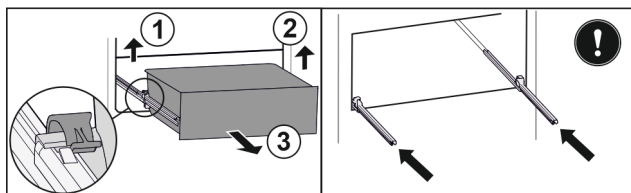

Fig. 215
- Zvedněte levou svorku a současně vytáhněte zásuvku vlevo dopředu. Fig. 215 (1)
- Zvedněte pravou svorku a současně vytáhněte zásuvku vpravo dopředu. Fig. 215 (2)
- Vyjměte zásuvku dopředu. Fig. 215 (3)